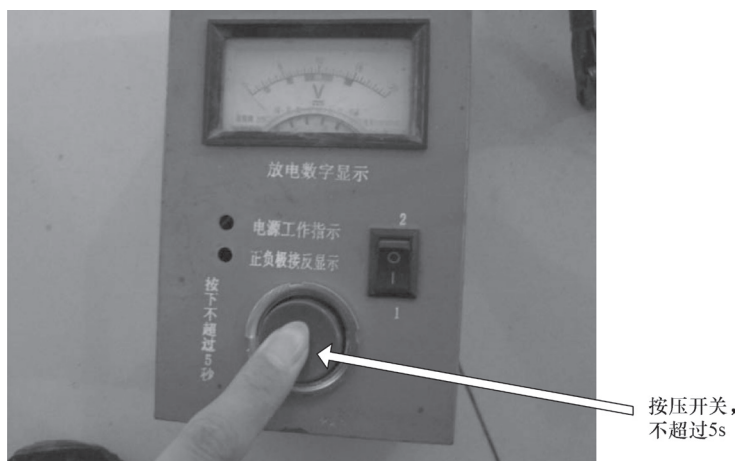

图 5-3 按下按钮
- ② 再将表的按钮按下（按钮按下的时间不能超过 5s），如图 5-3 所示。所得的电压值，则是该蓄电池放电的电压值。
- ③ 当电压降到红区或归零，请重新充电后再测量。如故障依旧，则说明蓄电池已严重放电或出现质量问题了。具体参考数据如表 5-1 所示。